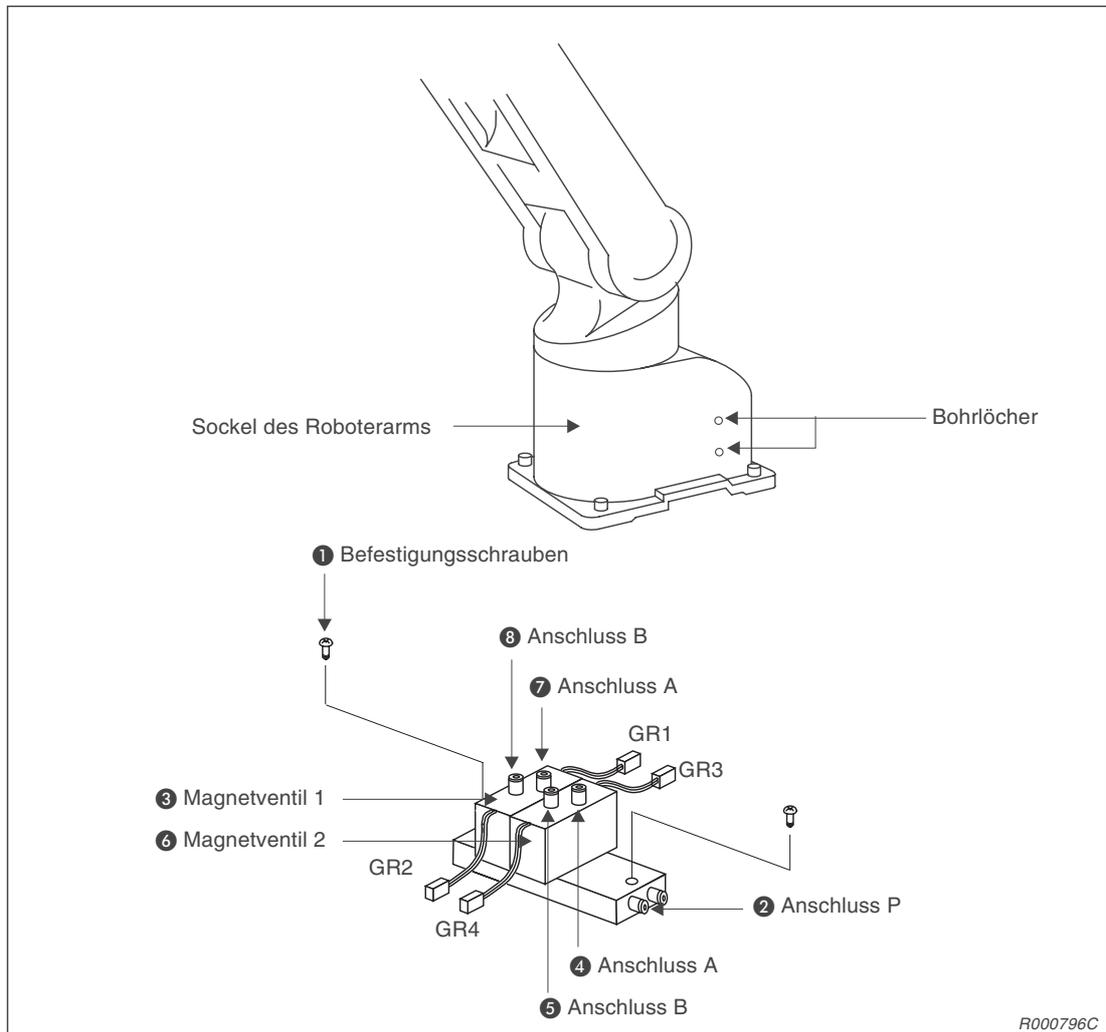

Abb. 2-16: Installation des Magnetventilsatzes
- ⑤ Schließen Sie die Steueranschlüsse der Magnetventile gemäß Abb. 2-16 an.